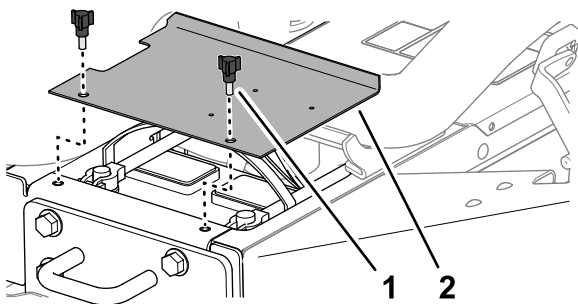

Bild 53
1. Lösen Sie die Verriegelungen an der linken und rechten Seite der Motorhaube (Bild 53).